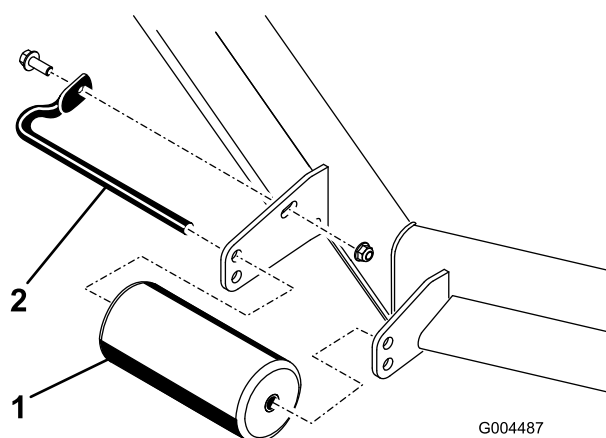

Bild 9
4. Nehmen Sie die Befestigungen ab, mit denen jede Rolle am Mähwerk befestigt ist, und schieben Sie die Rollen nach oben oder unten (Bild 9).